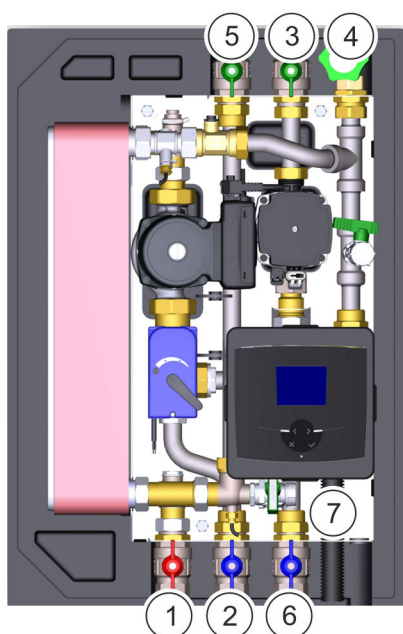

Abb. 22: Hähne anschließen
■ Die Frischwarmwasserstation wurde gemäß Abb. 22 vorbereitet.
1. ➔ Hauptleitung Trinkwasser an den Anschluss Hauptleitung Trinkwasser (Abb. 22/4) anschließen.
2. ➔ Warmwasserleitung an den Anschluss Trinkwasserverteilung (warm) (Abb. 22/5) anschließen.
3. ➔ Vorlauf Hauptleitung Heizung an den Primäranschluss Wärmeversorgung Vorlauf (Abb. 22/1) anschließen.
4. ➔ Rücklauf Hauptleitung Heizung an die Einbindung Speicher mitte (optional) (Abb. 22/2) anschließen.
5. ➔ Wenn vorhanden, Zirkulationsleitung an den Anschluss integrierte Zirkulation (Abb. 22/3) anschließen.